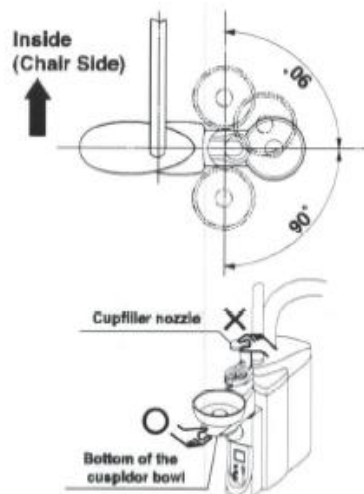

Рис. 3-26 Вращение плевательницы
(6) Плевательница (опционально) (**Рис. 3-26**)